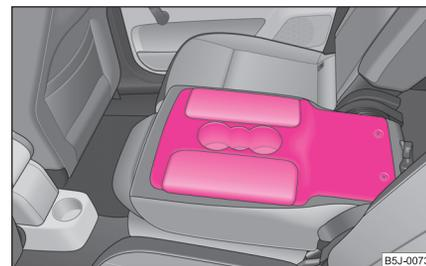

Abb. 58 Rücksitze: Armlehne
- Sie können die mittlere Sitzlehne nach vorn klappen ⇒ Seite 59, „Sitze vorklappen“ und als Armlehne oder Tisch mit Getränkehalter verwenden ⇒ Abb. 58.